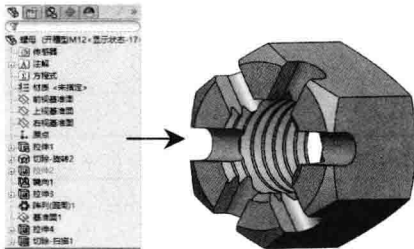

图 1-12 添加“开槽型 M12”配置操作
STEP 5 激活“普通 M12”配置，然后添加“开槽型 M12”配置，再在此配置中，解压缩“拉伸 3”和“阵列(圆周)1”特征，再根据表 1-1 修改相关尺寸，完成“开槽型 M12”螺母配置的添加，如图 1-12 所示。